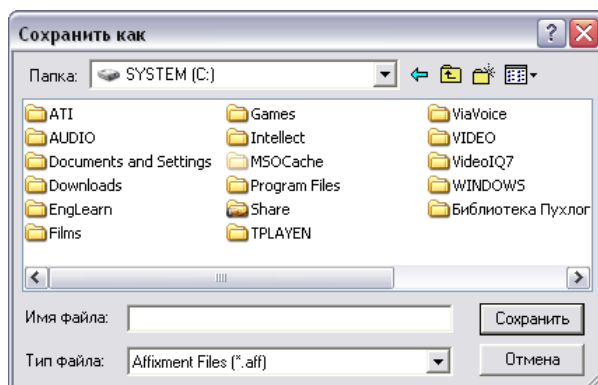

Рис. 7.4—14. Окно сохранения файла настроек разметки дороги
5. Нажать кнопку «Применить» (см. Рис. 7.4—13, 4).